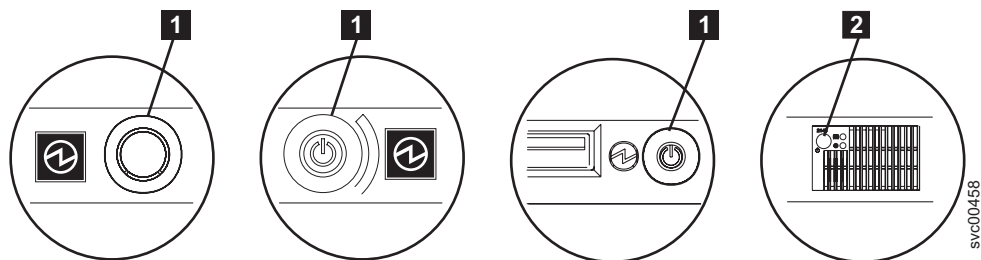

図 78. SAN ボリューム・コントローラー モデル 2145-8A4、2145-8G4、および 2145-8F4 または 2145-8F2 電源制御ボタンおよび SAN ボリューム・コントローラー 2145-4F2 電源スイッチ
3. SAN ボリューム・コントローラー モデル 2145-8A4、2145-8G4、2145-8F4、および 2145-8F2 電源制御ボタン **1** または SAN ボリューム・コントローラー 2145-4F2 電源スイッチ **2** を押して放します (図 78 を参照)。SAN ボリューム・コントローラーの電源が切れるまで 1 分間待ちます。クラスター内の他の SAN ボリューム・コントローラー・ノードが、ノードがクラスターから欠落していることを示すエラー・コードを表示することがあります。このエラー・コードは無視します。これは、修復が完了すれば自動的に解決されます。